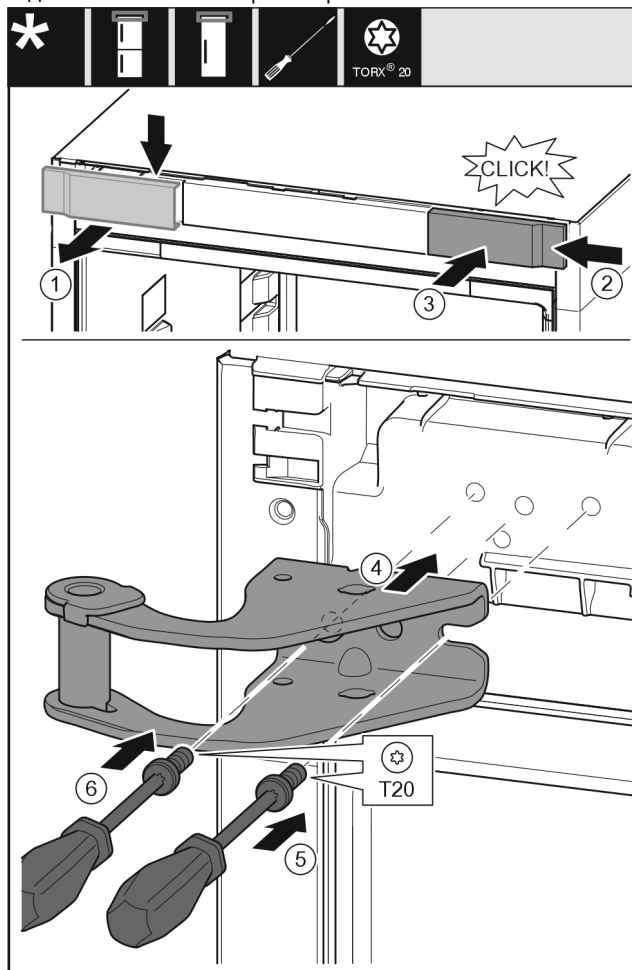

Fig. 14
- ▶ Зніміть кришку вгору вперед. Fig. 14 (1)
- ▶ Почепіть кришку, що повернута на 180°, з іншого боку праворуч. Fig. 14 (2)
- ▶ Зафіксуйте кришку. Fig. 14 (3)
- ▶ Встановіть верхній опорний кронштейн. Fig. 14 (4)
- ▶ Встановіть та закрутіть гвинт за допомогою викрутки T20. Fig. 14 (5)
- ▶ Встановіть та закрутіть гвинт за допомогою викрутки T20. Fig. 14 (6)